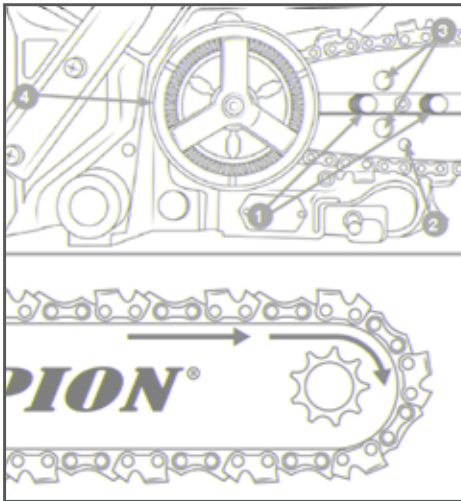

Рис. 3 Установка пильной цепи
3. Установите шину пазом на шпильки крепления шины 1 и передвиньте ее в сторону барабана сцепления 4 для облегчения установки цепи (Рис. 3).
- Установите пильную цепь как показано на Рис. 3. При установке цепи следите за тем, чтобы режущая кромка звена была расположена вперед по ходу движения цепи, т.е. по часовой стрелке. Поместите цепь на зубья ведущей звездочки, расположенной позади барабана сцепления 4 (Рис. 3). Удостоверьтесь в правильном положении цепи на ведущей звездочке (Рис. 3).